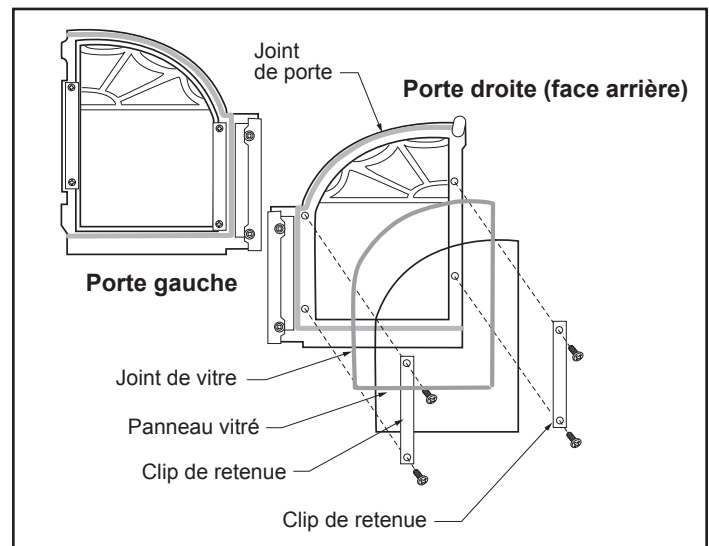

Figure 6.1 – Vue éclatée de l'assemblage de la vitre de la porte droite.
2. Attachez la vitre sur les deux portes à l'aide des clips de retenue. Serrez toutes les vis (figure 6.1).